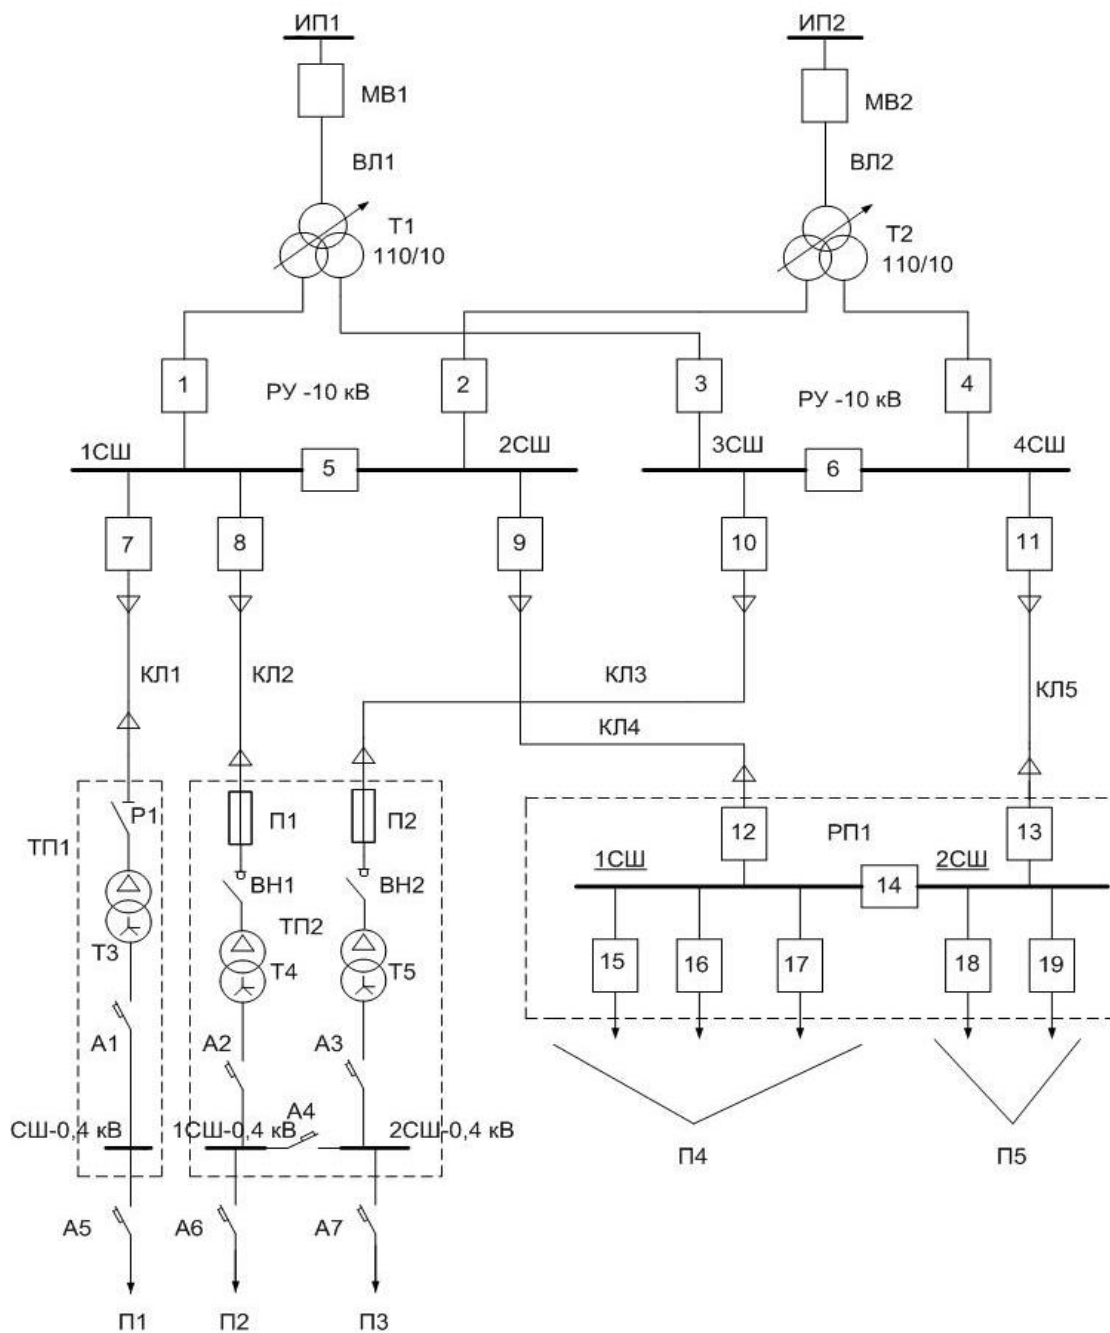

Рисунок 1 - Схема электроснабжения
1. Проанализировать работу системы электроснабжения (рис. 1) при отключении элемента X1. Предусмотреть после анализа аварийной ситуации мероприятия повышения надежности схемы.